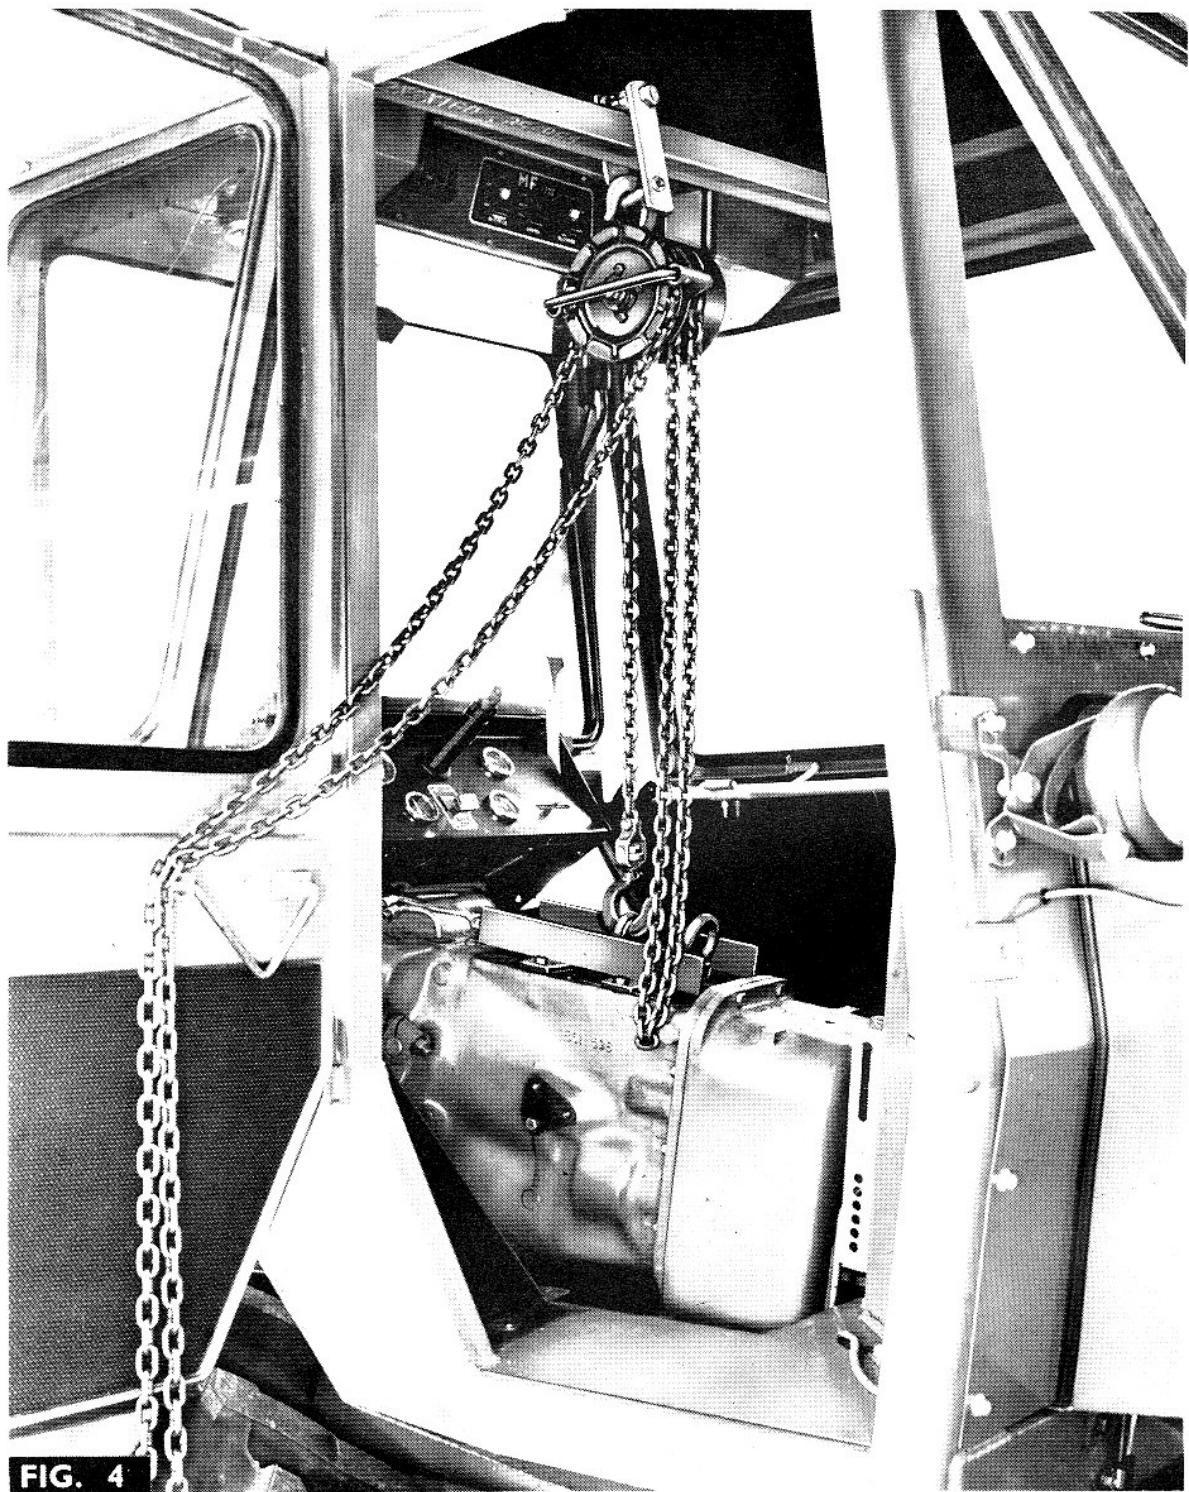

FIG. 4
7. A l'aide de 2 barres à mines, déposer la poulie motrice principale (65).
9. Débrancher la conduite de retour (66) à hauteur du raccord au dessus de la tête de filtre.
10. Déposer les 3 boulons (67) fixant le filtre sur le côté droit de la boîte de vitesses.
11. Déposer la tige de commande d'embrayage (68).
17. Fig. 4. Poser la traverse MF 346 sur les canaux adjacents au toit de la cabine et assembler le palan.
19. L'ensemble boîte de transfert et boîte de vitesses étant soulevées dans la position indiquée, déposer le support arrière (16).